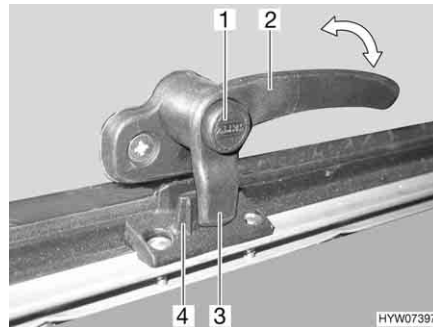
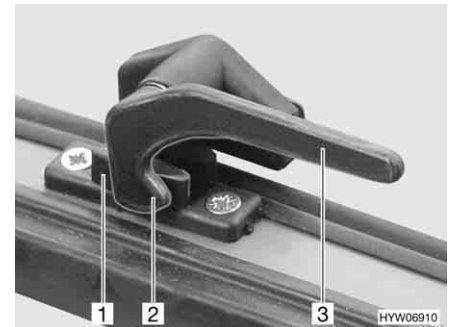

Fig. 65 Levier de verrouillage avec bouton de sécurité en position "Fermé"
Fig. 66 Levier de verrouillage en position "Fermé"
- S'il existe, appuyer sur le bouton de sécurité (Fig. 65,1) et le maintenir enfoncé.
- Tourner le levier de verrouillage (Fig. 65,2 ou Fig. 66,3) d'un quart de tour vers le centre de la fenêtre.
- Tourner le levier de verrouillage (Fig. 65,2 ou Fig. 66,3) d'un quart de tour vers le cadre de la fenêtre. Le tenon de verrouillage (Fig. 65,3 ou Fig. 66,2) du levier de verrouillage repose complètement sur le côté intérieur du verrouillage de fenêtre (Fig. 65,4 ou Fig. 66,1).
- En position "Fermé" (Fig. 65 et Fig. 66)